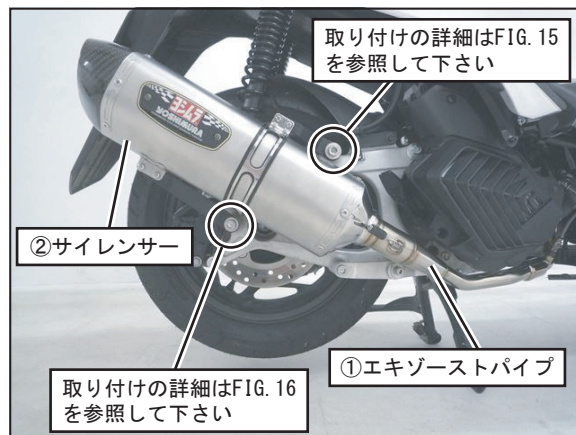

FIG. 14
11. 車両に⑩キャップボルトM10×45P1.25全ネジ、⑭SUSワッシャM10×26を使用して⑥サイレンサー上側ステーを仮締めして下さい。次に、車両に⑨キャップボルトM10×35P1.25、⑬平ワッシャM10×22を使用して⑭サイレンサー下側ステーを仮締めして下さい。（FIG. 14, 15, 16 参照）